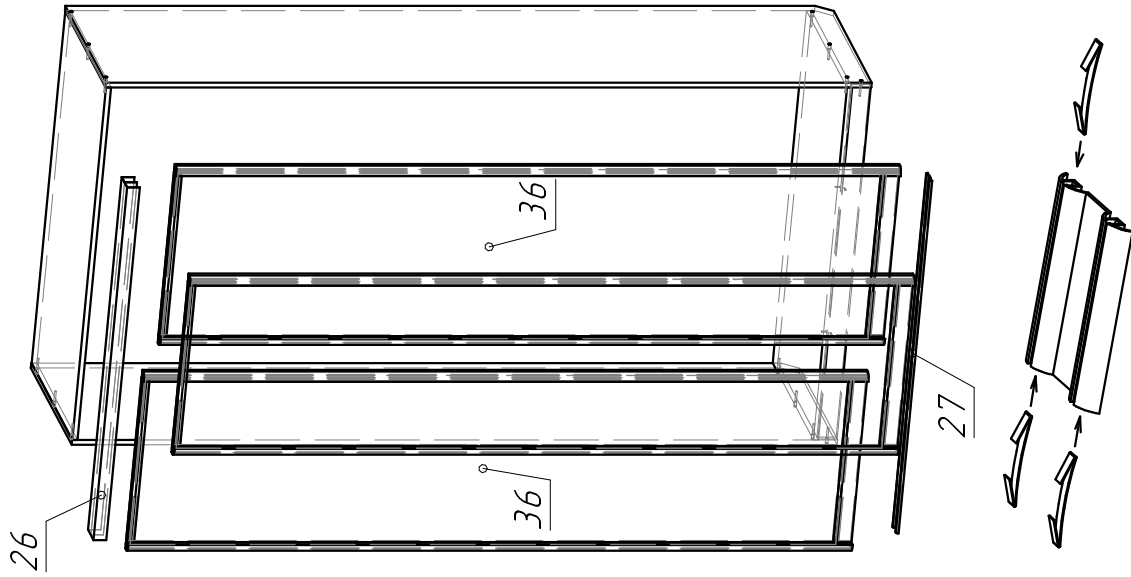

Рис. 2
2. Установить статора дверей на нижнюю направляющую в соответствии с рис. 2. При этом количество статоров должно равняться количеству дверей шкаф-купе.